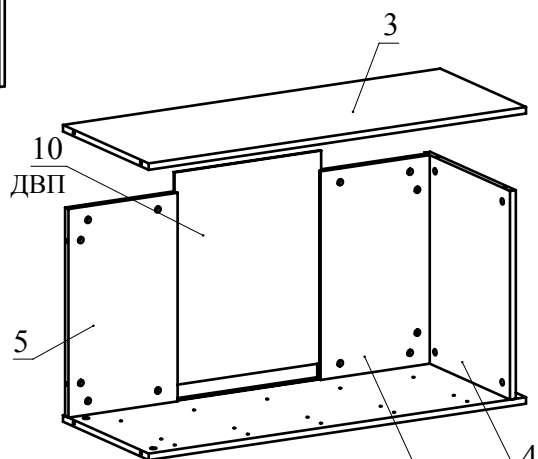

Рис.7
- В пазы деталей 2, 5 вставьте заднюю стенку 10 из ДВП (Рис. 7). Установите деталь 3 на детали 4, 5 и зафиксируйте, повернув конфирматным ключом головки минификсов по часовой стрелке до упора (Рис. 7).